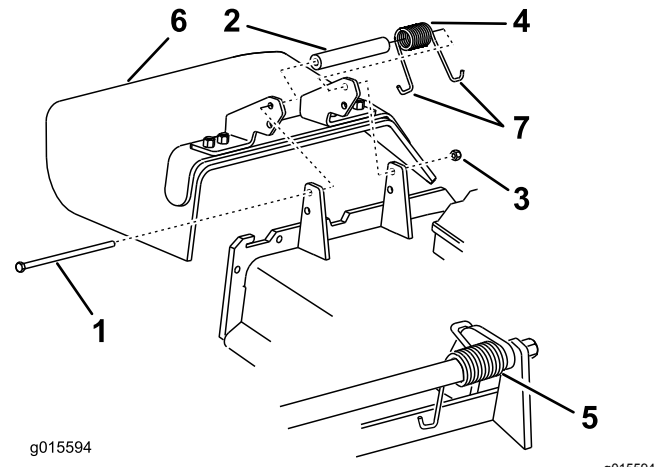

Figure 97
**Remarque:** Prenez soin de placer une extrémité en J du ressort derrière le bord du tablier avant de mettre le boulon en place, comme montré à la Figure 97.
5. Accrochez une extrémité en J du ressort au déflecteur d'herbe (Figure 97).
1. Retirez le contre-écrou, le boulon, le ressort et l'entretoise qui fixent le déflecteur aux supports de pivot (Figure 97).